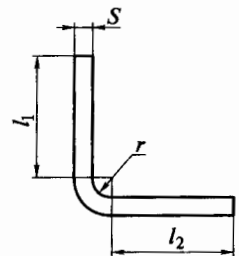

Рис. 2.2. Уголок:
25. Рассчитайте длину полосы, необходимой для изготовления уголка (рис. 2.2), и опишите последовательность его изготовления, если материал — сталь 45,  $l_1 = 50$  мм,  $l_2 = 60$  мм,  $S = 4$  мм,  $r = 3$  мм.